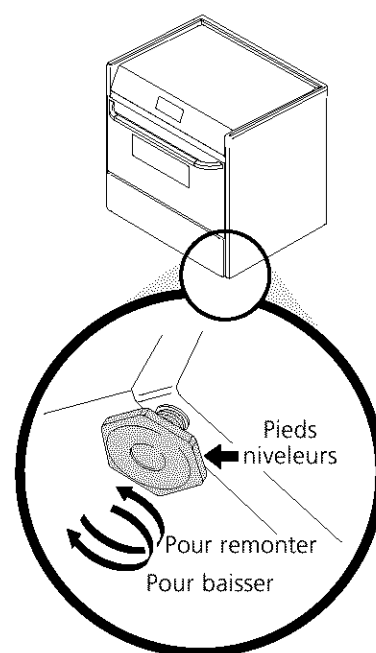

Figure 12
- Déposez un niveau à bulle sur la grille. Prenez 2 lectures en plaçant le niveau en diagonale dans une direction, puis dans l'autre direction. Si nécessaire, ajustez les 4 vis de nivellement à l'aide d'une clé pour niveler l'appareil (reportez-vous à la figure 12).